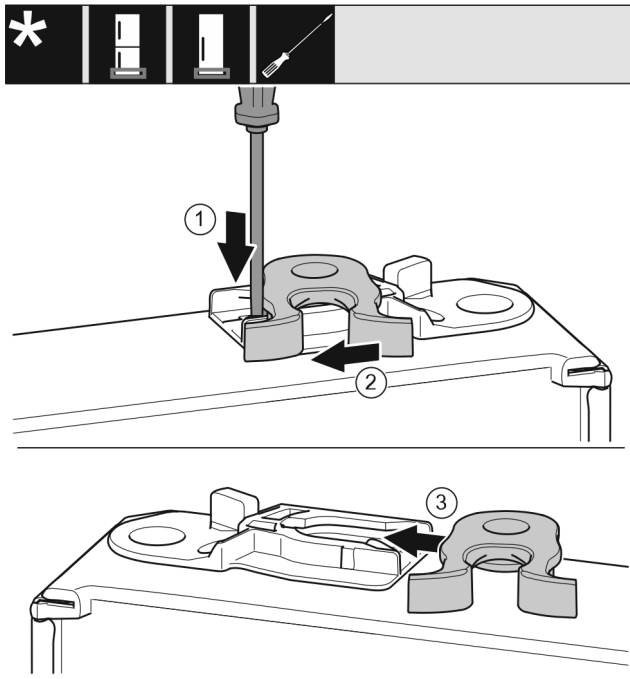

Fig. 20
- ▶ 用带槽螺丝刀向下按住接片 Fig. 20 (1)。
- ▶ 将锁钩 Fig. 20 (2)从导向装置拉出。
- ▶ 将另一侧的锁钩 Fig. 20 (3)推入导向装置。